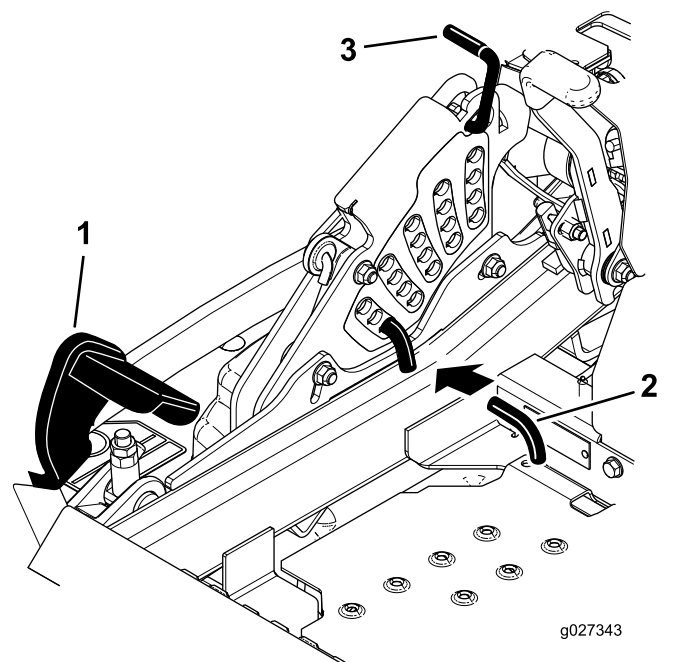

Figura 25
2. Premete il pedale di sollevamento del piatto di taglio e sollevate il piatto in posizione di trasporto (oltre la posizione dell'altezza di taglio di 140 mm); come illustrato nella Figura 25.
3. Per regolare, ruotate il perno di 90 gradi e togliete il perno dalla staffa dell'altezza di taglio (Figura 25).
4. Nella staffa dell'altezza di taglio scegliete un foro corrispondente all'altezza richiesta, ed inserite il perno (Figura 25).